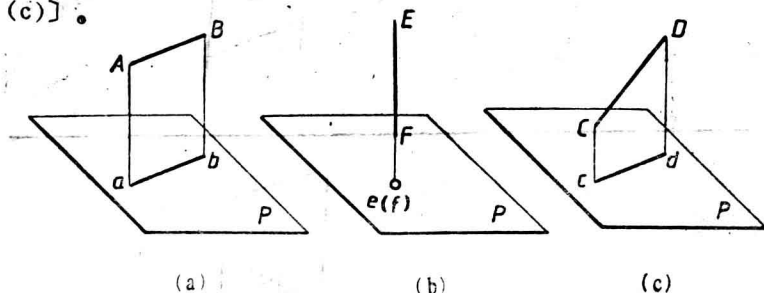

图1-4 直线的投影特性
空间直线相对投影面有三种情况——平行、垂直、倾斜(图1-4)。
(1) 直线与投影面平行——投影反映直线的实长〔图1-4(a)〕。
(2) 直线与投影面垂直——投影积聚为一点〔图1-4(b)〕。这种性质叫积聚性。
(3) 直线与投影面倾斜——投影长度比直线短〔图1-4(c)〕。
(4) 根据立体图画三视图(附图1-4)。